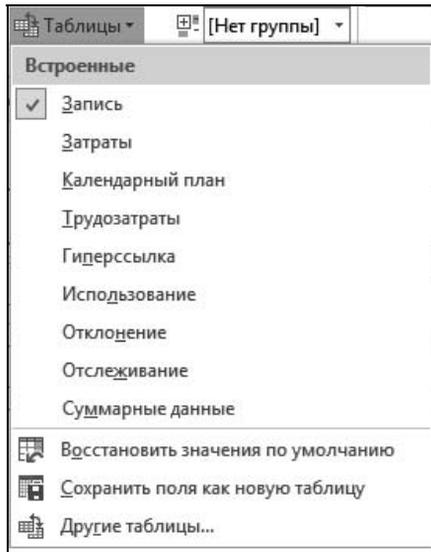
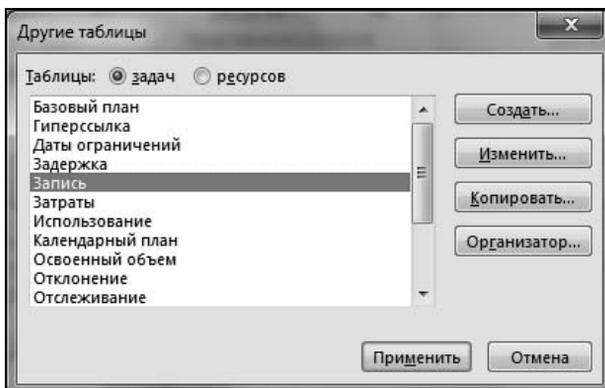

Рис. 4.14. Меню управления выбором таблиц для вывода
Рис. 4.15. Окно управления таблицами
1. Для управления выводом таблиц в Project используется список **Таблицы** (☰), расположенный в области **Данные** вкладки **Вид** ленты меню. При выборе этой команды раскрывается ее подменю со списком сформированных ранее именованных и доступных таблиц, из которых можно выбрать любую щелчком левой кнопки мыши (рис. 4.14).
2. В списке диалогового окна (см. рис. 4.14) установить указатель мыши на имя нужной таблицы и щелчком левой кнопки мыши выделить его (в показанном на рис. 4.14 окне выбрана таблица **Запись**).
3. Выбор в показанном на рис. 4.14 меню **Встроенные** команды **Другие таблицы** открывает доступ к дополнительным средствам формирования таблиц (рис. 4.15).
17. Нажатие кнопки **ОК** закрывает описываемое окно и завершает процесс форматирования таблицы. На экране остается окно, приведенное на рис. 4.15.
18. Для вывода на экран сформированной при помощи данного алгоритма таблицы необходимо нажать в показанном на рис. 4.15 окне кнопку **Применить**.